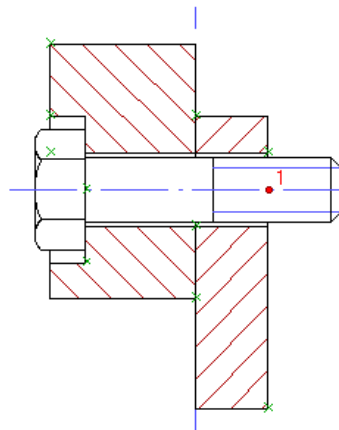

Рисунок 1.11 – Основа для побудови двох фланців і отвору
16. Вкажіть точку прив'язки. Для цього перемістіть курсор до точки 1 (рис. 1.11) і натисніть ліву кнопку миші. Клацніть лівою кнопкою миші.